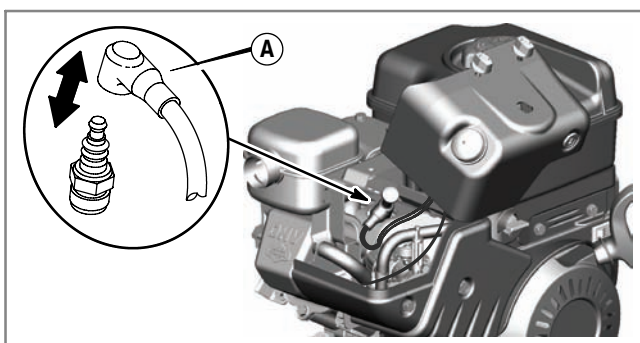

Figure 17
1. Quand le moteur est arrêté mais encore chaud, débrancher le fil de bougie (A) et l'éloigner de la bougie (Figure 17).